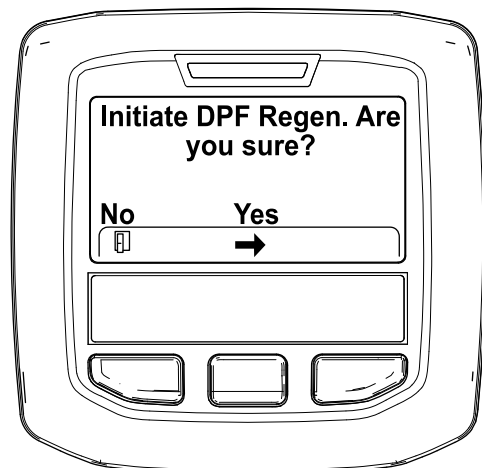

Bild 28
4. Wenn die Meldung „Initiate DPF Regen. Are you sure?“ angezeigt wird, drücken Sie die mittlere Taste (Bild 28).